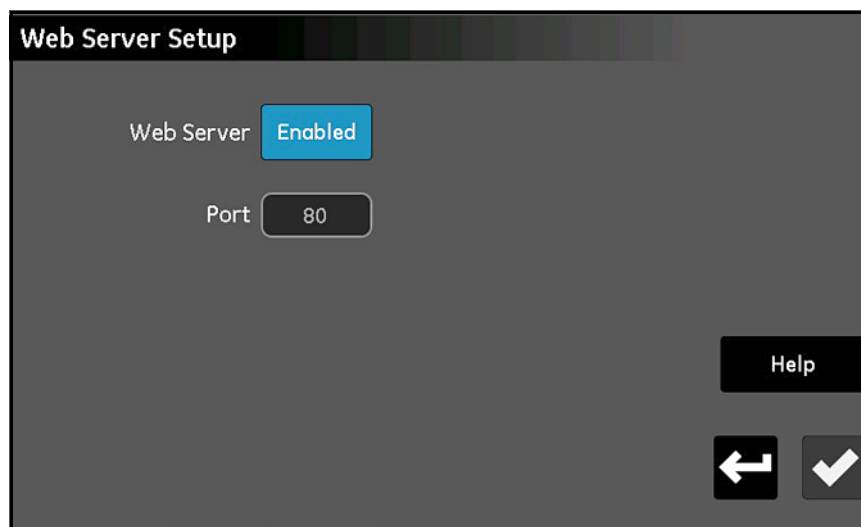

Figura 73: La schermata Configurazione Server Web
1. Dalla schermata *menu Configurazione* (Figura 52 a pagina 57), toccare il pulsante **Server Web** per aprire una schermata *Configurazione server Web* simile a quella nella Figura 73.